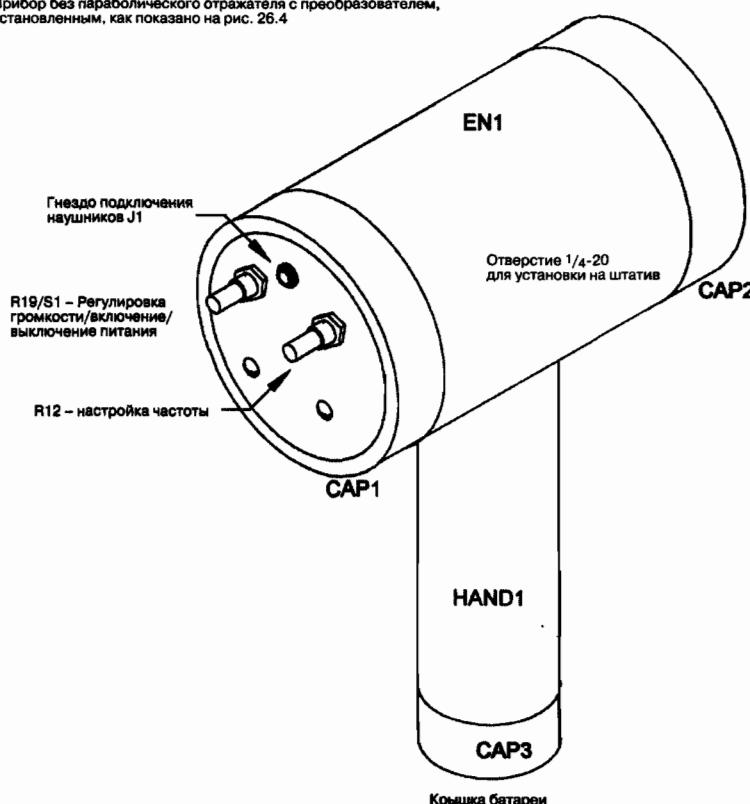

Рис. 26.7. Вид конструкции устройства в сборе без использования отражателя
7. Соберите устройство как показано. Сборка с использованием параболического отражателя показана на рис. 26.6, а на рис. 26.7 – без него.